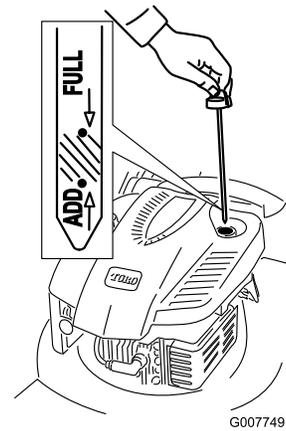

Figure 8
1. Retirez la jauge (Figure 8).
2. Versez de l'huile **lentement** dans le goulot de remplissage jusqu'à ce que le liquide atteigne le repère du plein (**Full**) sur la jauge (Figure 8). **Ne remplissez pas excessivement.** (Remplissage max. : 0,59 l, type : huile détergente SAE 30, classe de service API SF, SG, SH, SJ, SL ou supérieure.)
1. Retirez la jauge, essuyez-la sur un chiffon et remettez-la dans le goulot de remplissage (Figure 8).
2. Sortez de nouveau la jauge et contrôlez le niveau d'huile (Figure 8). Si le niveau n'atteint pas le repère minimum (**Add**) sur la jauge, versez **lentement** suffisamment d'huile dans le goulot de remplissage pour faire monter le niveau jusqu'au repère maximum (**Full**). **Ne remplissez pas excessivement.** (Remplissage max. : 0,59 l, type : huile détergente SAE 30, classe de service API SF, SG, SH, SJ, SL ou supérieure.)